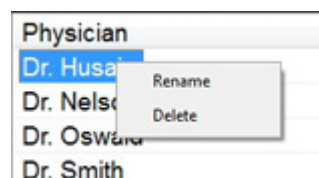

Figure 32. Faites un clic droit pour renommer ou effacer le nom d'un médecin **ou** modifier le nom dans le champ de modification.
- ① **Liste des médecins.** Pour démarrer une procédure, le médecin doit saisir *ou ajouter* un nom de médecin. Ces noms s'affichent dans l'onglet Physicians (Médecins). La liste s'affiche dans l'ordre alphabétique. Sélectionnez le nom d'un médecin s'il est présent dans la liste.
- ② **Bouton Delete (Supprimer).** Cliquez sur **Delete** (Supprimer) pour effacer le nom d'un médecin (ou faites un clic droit sur le nom et sélectionnez **Delete** (Supprimer) (Figure 32)).
- ③ **Bouton Rename (Renommer).** Cliquez sur **Rename** (Renommer) pour modifier le nom d'un médecin (ou cliquez avec le bouton droit sur le nom et sélectionnez **Rename** (Renommer) (Figure 32)). Modifiez le nom dans le champ de modification. Appuyez sur **Enter** (Entrée) pour enregistrer le changement.